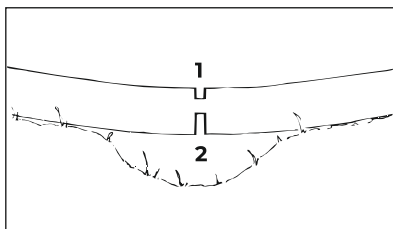
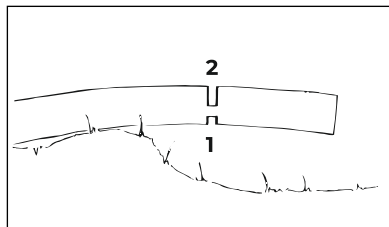

Рис. 10
Рис. 11
Обязательно соблюдать правильную последовательность резов (сначала сторона сжатия (рис. 10 и рис. 11 поз. 1), затем сторона растяжения (рис. 10 и рис. 11 поз. 2)), иначе режущую гарнитуру может заклинить или она отскочит назад: опасность получения травмы!
- Сделать компенсационный подпил со стороны действия сил сжатия (рис. 10 и рис. 11 поз. 1)
- Сделать подпил со стороны действия сил растяжения (рис. 10 и рис. 11 поз. 2).